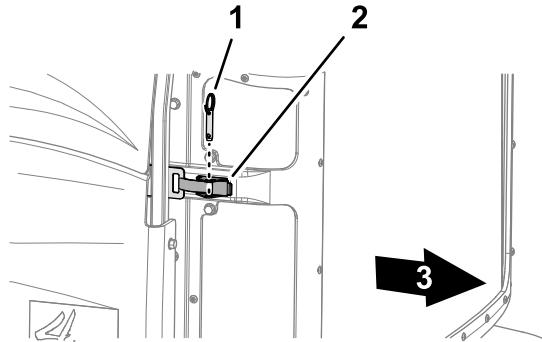

Figure 68
- Retirez la goupille sphérique du verrou de la grille (Figure 68).